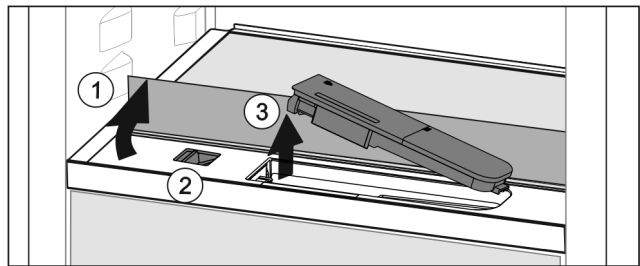

Fig. 134
- ▶ Повдигнете стъклената плоча и я завъртете до ограничителя назад *Fig. 134 (1)*.
- ▶ Преместете плъзгача *Fig. 134 (2)* наляво.
- ▶ Извадете резервоара за вода *Fig. 134 (3)*.